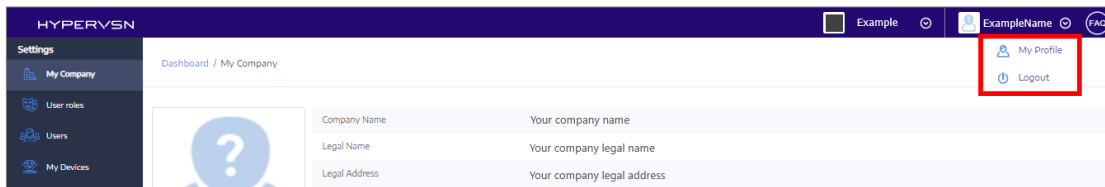

Fig 21. Élément de menu « My Profile »
6. Sélectionnez **My Profile** (Fig 21). Cela ouvrira la page suivante :